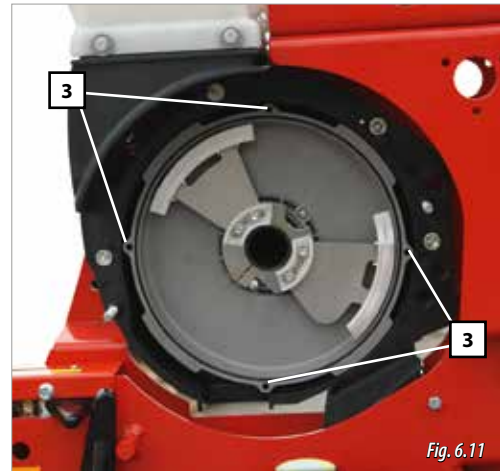

Fig. 6.11
- 3- El disco está sujeto magnéticamente. Coger el disco con las dos manos y tirar de él para extraerlo. Una vez extraído el disco de semilla, se visualiza la campana de vacío del distribuidor (Fig. 6.11).
IMPORTANTE: encajar las púas del disco con los agujeros de la campana de vacío del distribuidor (3, Fig. 6.11).